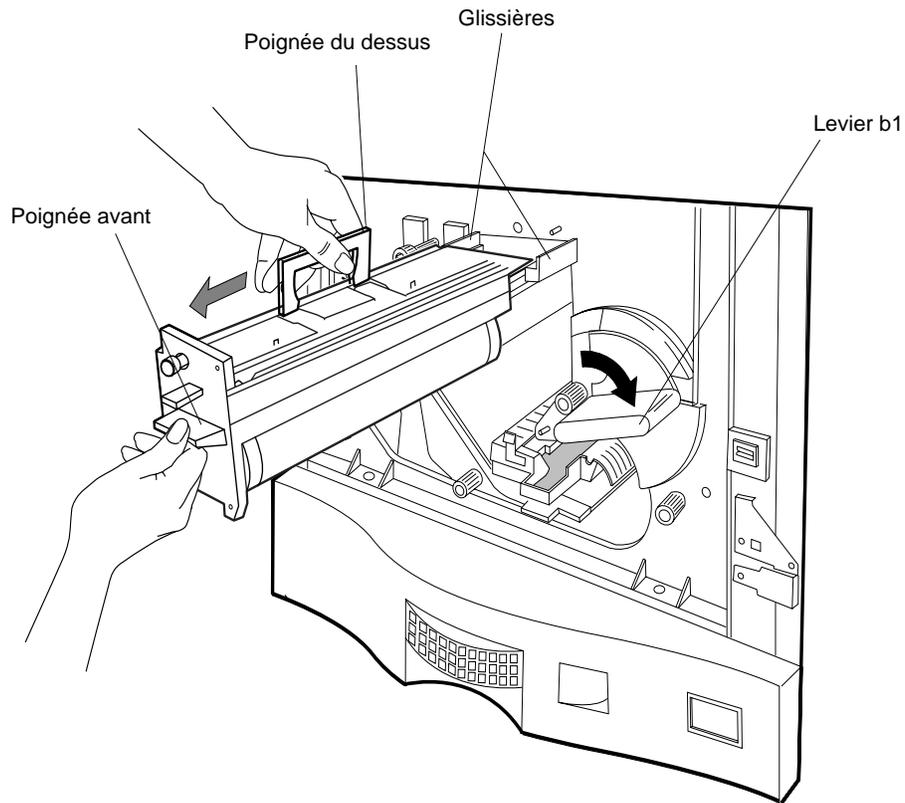

Figure 4-26 Retrait du tambour
2. Tournez le levier b1 dans le sens des aiguilles d'une montre, comme illustré à la Figure 4-26.
3. Servez-vous des poignées en haut et à l'avant du tambour pour le dégager, comme illustré à la Figure 4-26.